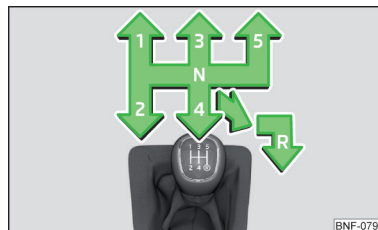

Bild 121
Växlingsschemat för de olika växellägena visas på växelspaken » bild 121.
- Tryck ned växelspaken, för den helt åt höger och sedan bakåt till läget **R** » bild 121.